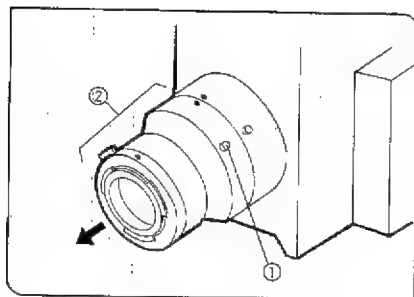

図 112
3 SLRポートへのTVアダプタの取付け (図112, 113)
(図112, 113)
①を六角ドライバでゆるめ、前側のアダプタ部分②を取外します。(図112)